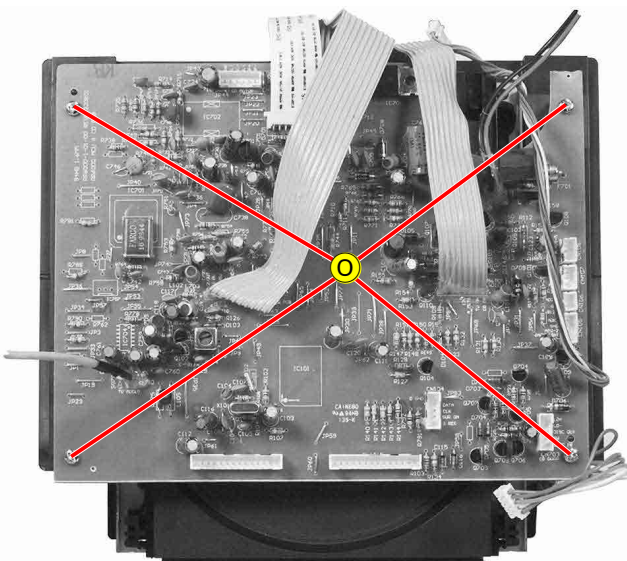

Fig. 12
- 4 Schrauben Ⓞ (Fig. 12) herausdrehen.
- Undo 4 screws Ⓞ (Fig. 12).